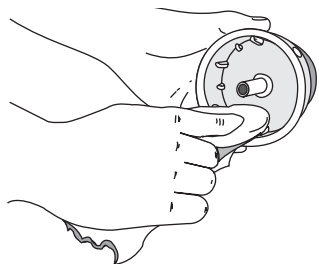

Fig. 14
4. Use un paño limpio para limpiar el carrete interior, el resorte, el eje y la bobina exterior (Fig. 14).